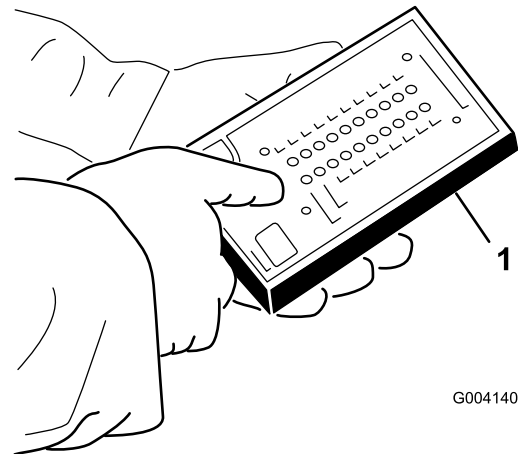

Figura 21
4. Conecte el conector de la pantalla diagnóstica ACE al conector diagnóstico (Figura 21).